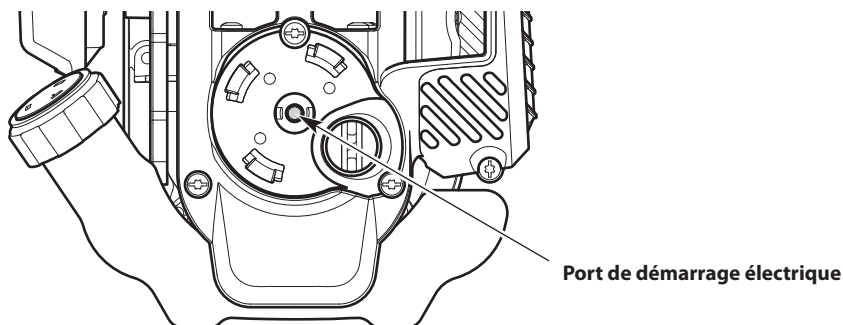

Fig. 16
Certaines unités peuvent être démarrées avec un accessoire de démarrage électrique offert en option (articles vendus séparément). Les unités à démarrage électrique sont étiquetées comme telles et comprennent un port de démarrage électrique (Fig. 16).
3. Insérer l'accessoire de démarrage électrique dans le port à cet effet (Fig. 16).